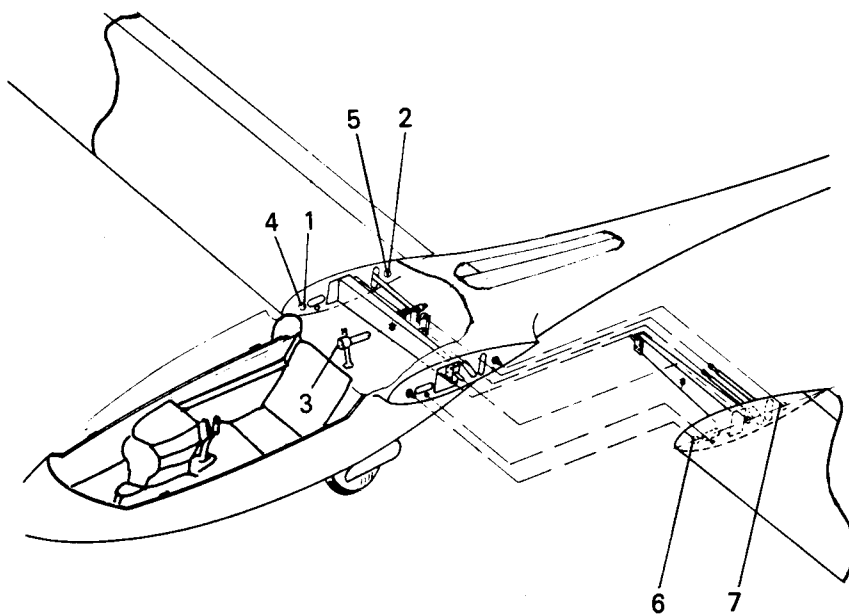
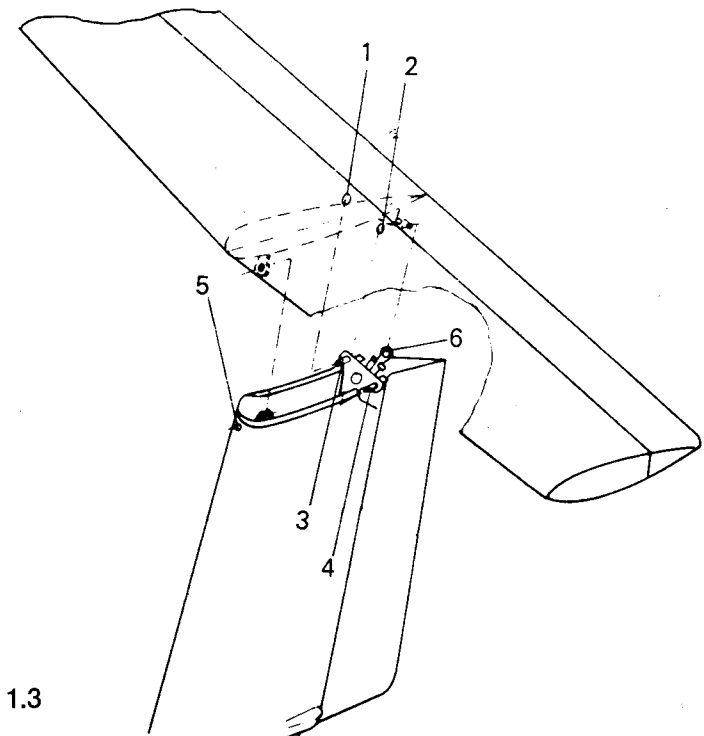

Bild 1.2
Bild 1.3
1.2. Flügelmontage (Bild 1.2)
- Rechten Flügel einführen, so dass die konischen Bolzen (1) und (2) in die Lager (4) und (5) im Rumpf kommen.
- Linken Flügel ebenso einführen und darauf achten, dass die konische Bolzen (6) und (7) korrekt in Ihre Lager gehen. Flügel mit dem Montagewerkzeug zusammensiehen, Hauptbolzen einschieben und mit Fokkerandel sichern. Beim Zusammenziehen die Flügel an der Spitze anheben.
1.3. Höhenleitwerksmontage (Bild 1.3)